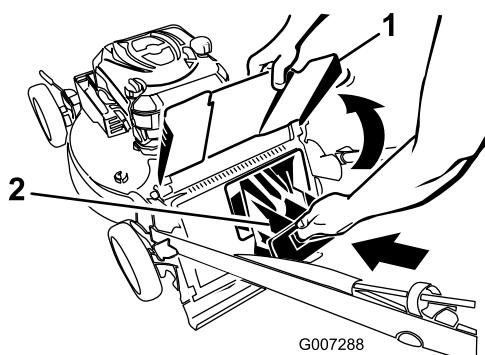

Рисунок 24
4. Установите заднюю выпускную пробку (Рисунок 24).